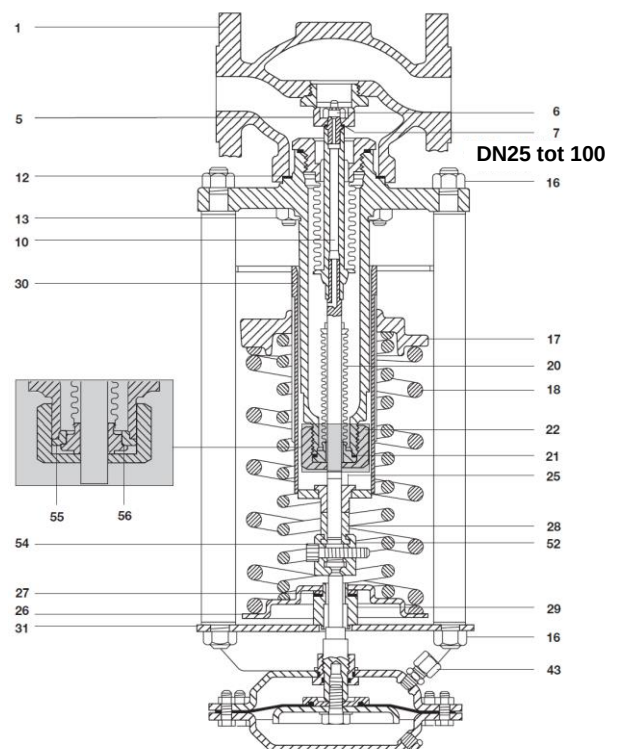

Fig. 10 DN25 tot DN50**4.4.4. Vervangen van het balansbalgmembraan (fig. 11)****DN25-DN50**
4.4.2. Vervangen van de regelve(e)r(en), (Fig. 10)
4.4.3. Vervangen van de afdichtingsbalg (Fig. 10)